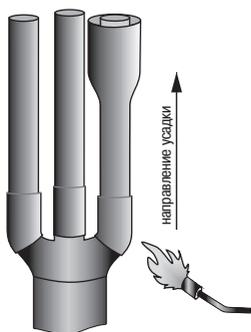

Рисунок 9.
4.26 На жилы кабеля надеть вторые термоусаживаемые трубки (красного цвета), наложив концы трубок, на внутренней поверхности которых нанесён клей, на пальцы перчатки до упора в основание перчатки и усадить, начиная с основания пальцев. После усадки по торцам трубок, надетых на пальцы перчаток, должен быть виден выступивший клей-расплав (рисунок 9).